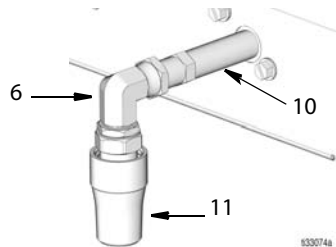

Рис. 15
- К фитингу-переходнику (10) подсоедините шарнирное колено (6) и насадку высокого расхода (11), как показано на Рис. 15. Надежно их затяните.